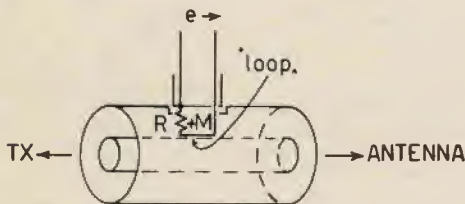
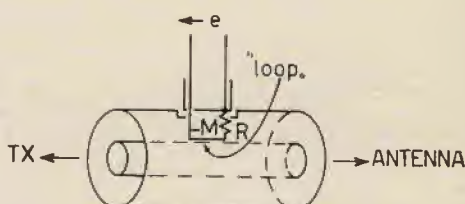

Figura 6
Figura 7
Inserendo il circuito di accoppiamento come in figura 6, la tensione « $e \rightarrow$ » a radiofrequenza è proporzionale alla tensione diretta all'antenna; ruotando l'accoppiamento stesso di 180° (e cioè il supporto che lo sostiene) la tensione « $\leftarrow e$ » è proporzionale alla tensione dell'onda riflessa (figura 7). Essendo poi il sistema a impedenza costante potremo conoscere, mediante opportuna taratura, il valore della potenza diretta, della potenza riflessa e quindi anche del rapporto onde stazionarie (11). Vediamo di dimostrare come in effetti un tale circuito si comporti come un accoppiatore direzionale.
Quindi la tensione di uscita a radiofrequenza dal circuito di accoppiamento sarà proporzionale solamente all'onda diretta (espressione 6), quando l'accoppiatore stesso sarà ruotato come in figura 6 e solamente all'onda riflessa nell'altro caso (figura 7).